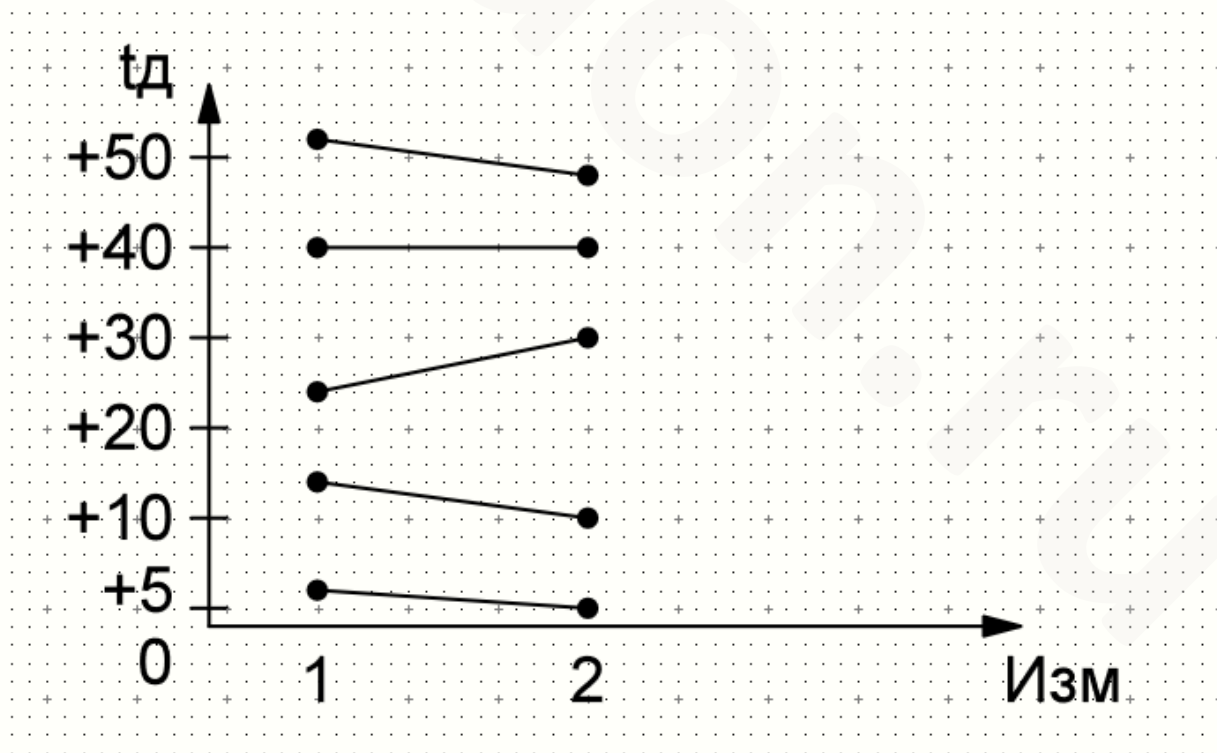

Рис. 3.1. Вариант оформления графика калибровки ЭТ.
3.2.4.4 При наличии расхождений в измеренных значениях на шкалу ЭТ (с помощью заранее приклеенной наклейки), график (рис. 3.1) или в таблицу вносятся данные, полученные при измерении температуры эталонным термометром. На примере графика ось абсцисс представляет два значения – измеренной эталонным термометром температуры «1» (пороговое срабатывание релейного выхода ЭТ) и ожидаемой температуры срабатывания по шкале ЭТ «2». Ось ординат – значения измеряемой температуры. График дан как пример оформления.